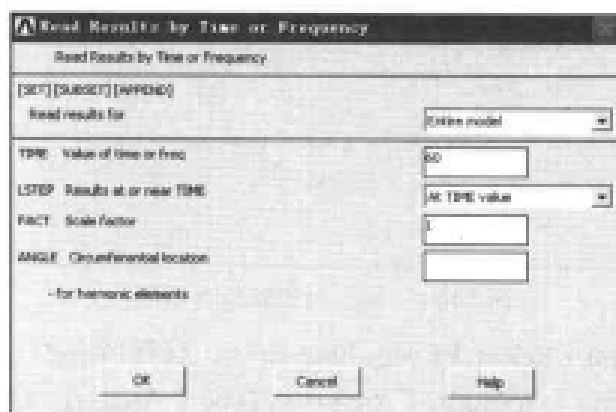

图 10-100 按时间读取结果对话框
(1) 选择 Utility Menu | WorkPlane | Display Working Plane 命令, 关闭工作平面坐标显示。
(2) 选择 Main Menu | General Postproc | Read Results | By Time/Freq 命令, 出现 Read Results by Time or Frequency 对话框, 在 TIME Value of time or freq 文本框中输入 60, 其余选项采用默认设置, 如图 10-100 所示, 单击 OK 按钮关闭该对话框。